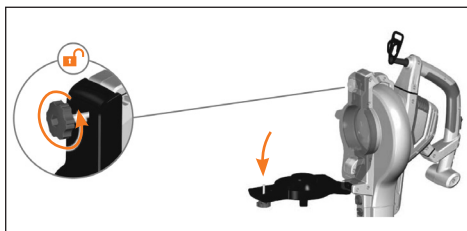

Рис. 4
- Откройте защитную крышку (Рис. 4).